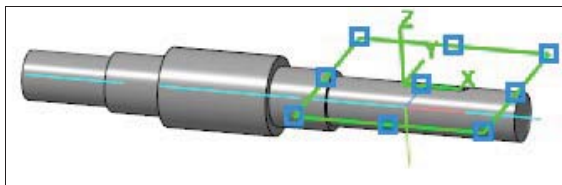

Рис. 20.9. Построение касательной плоскости
- ◆ система построит фантом *Касательной плоскости* (рис. 20.9) параллельно указанной плоскости;